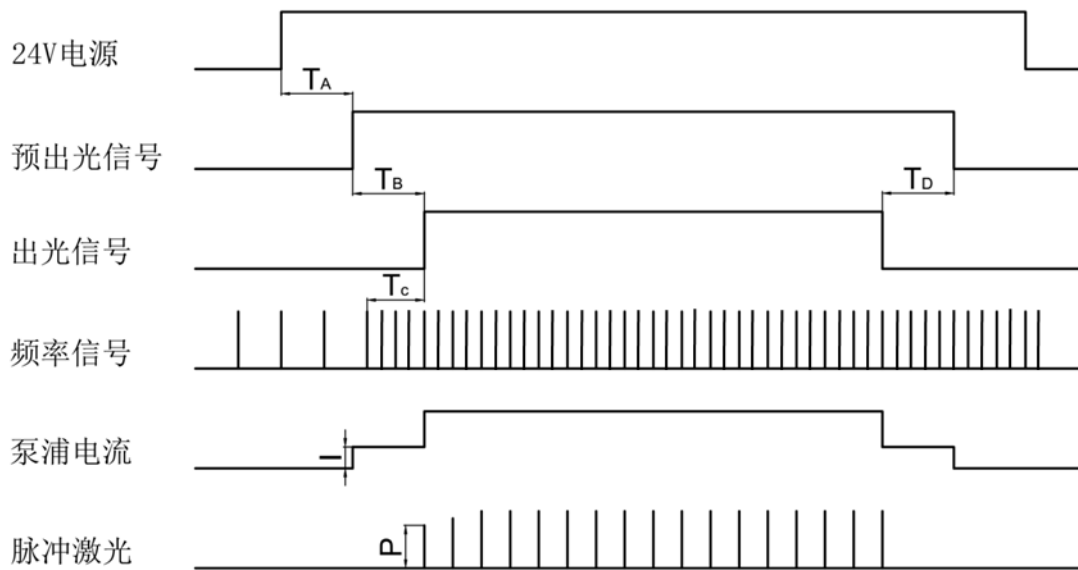

图 9 DB25 控制时序图
- g) DB25 控制时序：DB25 控制时序如图 9 所示，预出光信号为 18 针，出光信号为 19 针，泵浦电流表示泵浦管的电流。